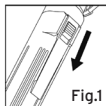

Fig.1
- Accendere (o spegnere) il dispositivo, spingendo verso il basso (o verso l'alto) l'interruttore come Fig.1;